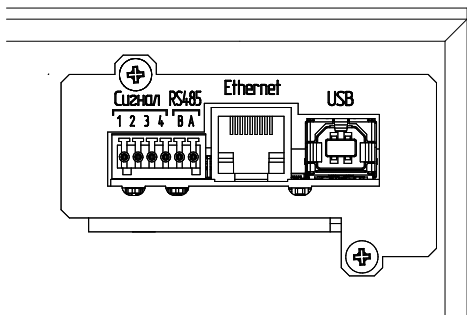

Рисунок 5. Расположение и фиксация платы в приборе
5. Установить плату в прибор и зафиксировать винтами – **рисунок 5**.